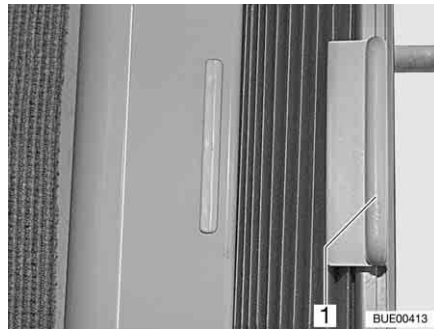

Bild 38 Faltverdunklung
- Faltverdunklung am Griff (Bild 38,1) halten und nach links oder rechts schieben.